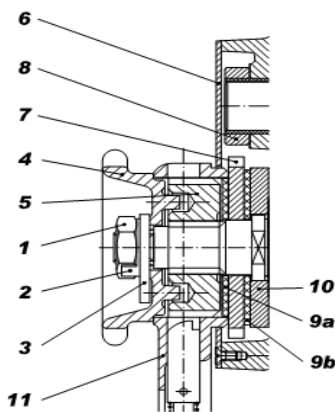

Рис. 8 Монтаж тормоза.
Ослабьте шайбы (2) и снимите гайку (1). Снимите шайбу (2) и упор (3), ручное колесо (4), колесо (5) и ручной рычаг (11). Снимите кожух (6) и тормозной вкладыш (9а), рогатку (7), и тормозной вкладыш (9b) и шайбу (10). Смонтируйте. (рис. 8)
Снимите гайку (1) снимите и поверните упор (3) чтобы между зубом (2А или 2В) был угол 50 градусов. В случае не возможности достичь требуемого, рис. 8. Регулировка тормоза снимите ручное колесо (4), затем поверните таким образом, чтобы между упором (3) и некоторым из зубов (2А или 2В) был требуемый угол. Проведите испытание тормоза.
3. Проверьте тормозные колодки, собачку и рогатку, (детали 9а, 9в, 7 и 10 на рис. 8), очистите.